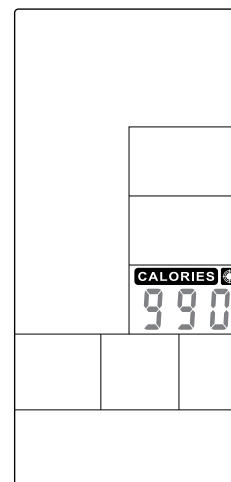

FIGURA 43
- Pressione PARA CIMA/PARA BAIXO (botão 10 ou 11) para ajustar o valor (Figura 43) em seguida pressione ENTER (botão 12) para confirmar.